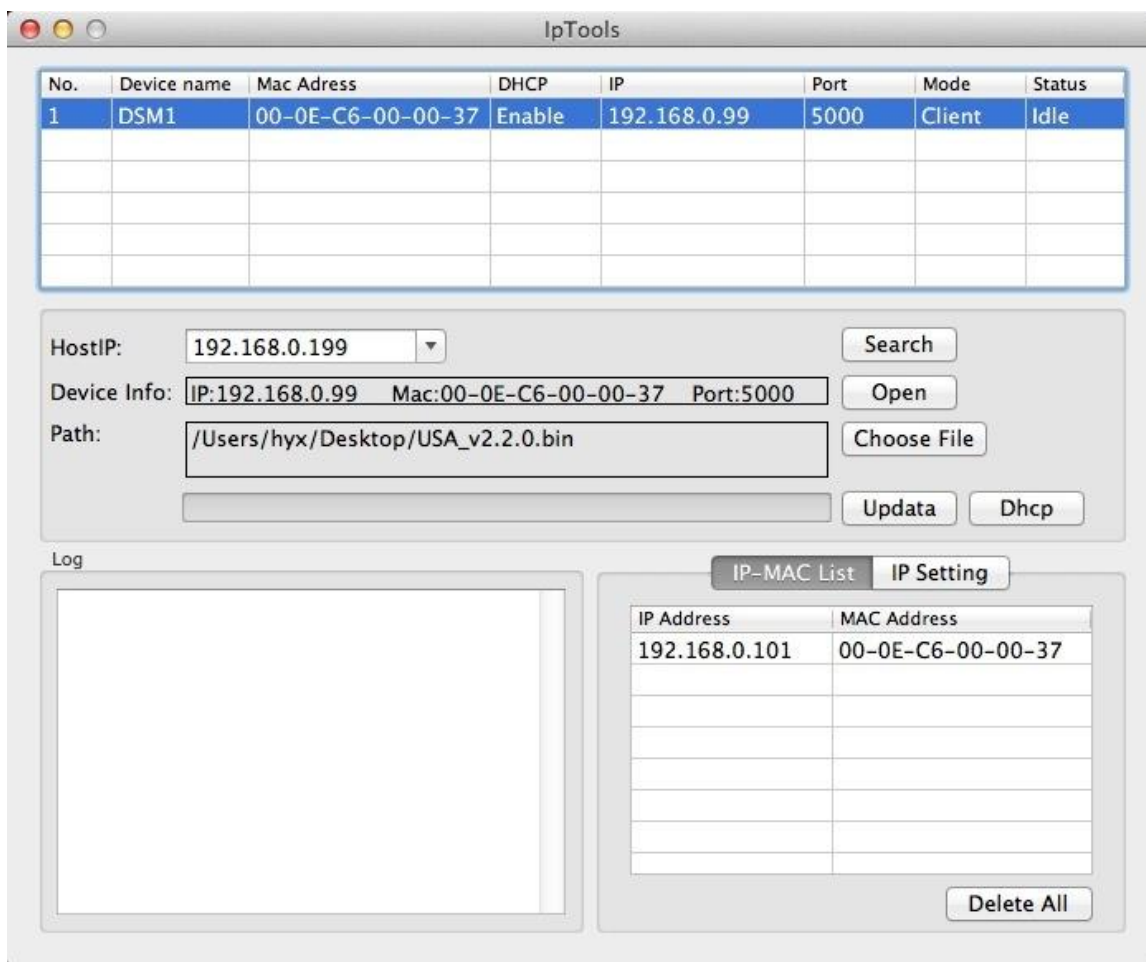

Figure 30a
3. Connectez votre WeatherSleuth® suivant les instructions section 3.6.4. Cliquez sur le bouton Mise à niveau pour démarrer la mise à jour du micrologiciel (voir Figure 30a). Tel qu'illustré Figure 30a, l'adresse IP de votre WeatherSleuth® est 192.168.0.7. Prenez note de cette adresse IP (votre résultat peut différer).